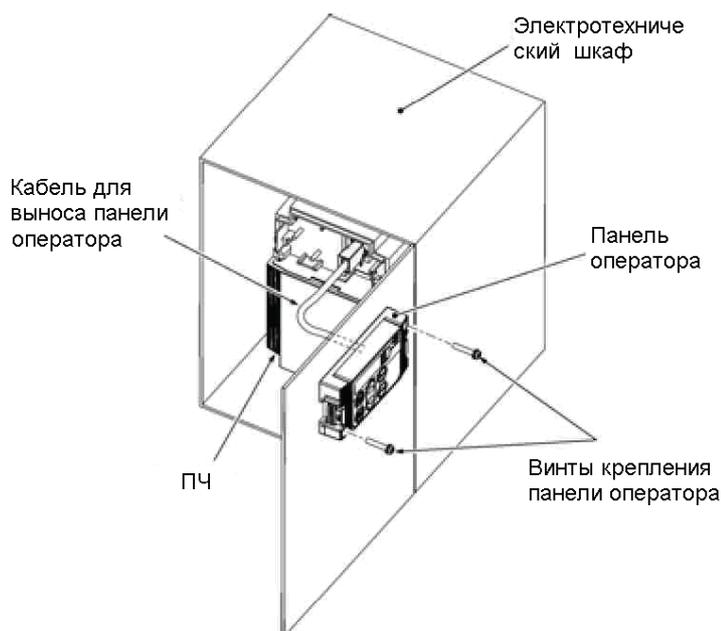

Рисунок 2.24 Установка панели оператора на стенку панели
- Установка панели на дверцу шкафа (Рисунок 2.24).